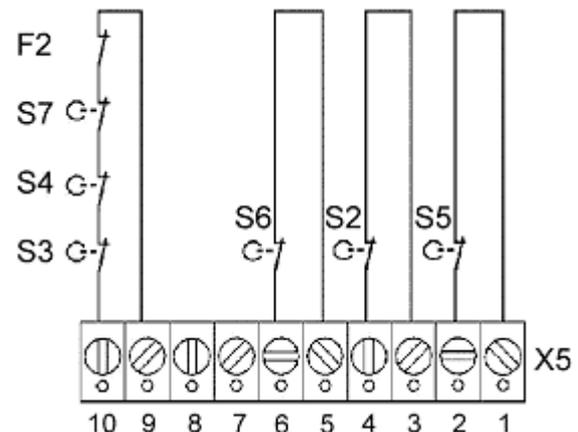

Abb. 4: Anschluss Endschalter
Schließen Sie die Endschalter Ihres Tores entsprechend Abb. 4 an die Klemmleiste X5 an.
- An die Klemmen 5 und 6 der Klemmleiste X5 (Abb. 4) einen Vorendschalter anschließen, der kurz vor Erreichen der Endlage ZU anspricht.